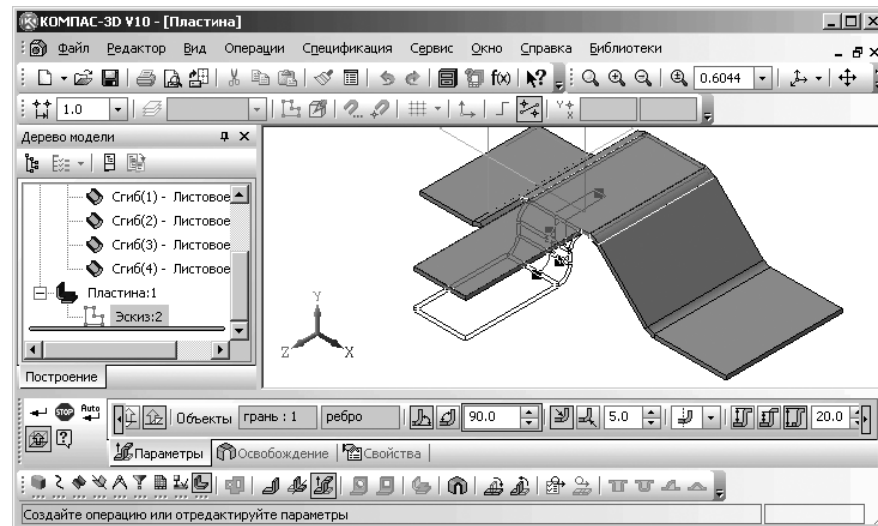

Рис. 7.102. Фантом подсечки на выделенной грани и существующего ребра
- щелкните по базовой верхней грани, а затем по существующему ребру, например, ребру, на котором ранее был построен элемент листового тела – пластина. Появится фантом подсечки. Пример такого состояния показан на рис. 7.102.